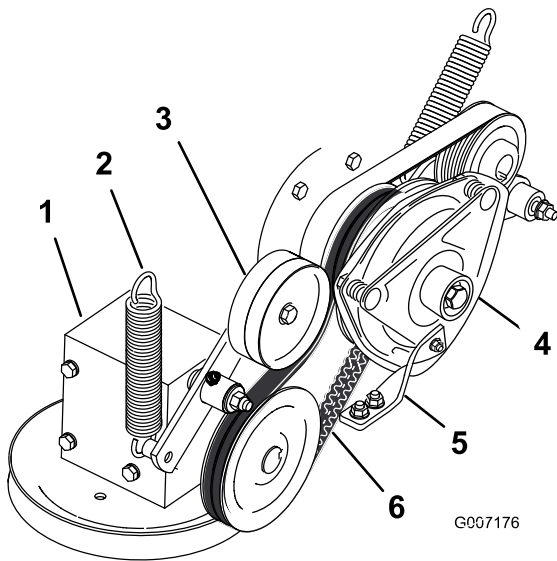

Figura 61
4. Retire el muelle del brazo de la polea tensora (Figura 61).
7. Instale la correa de transmisión de la PTO alrededor de la polea del embrague y la polea de la caja de engranajes (Figura 61).
9. Instale el muelle en el brazo tensor (Figura 61).